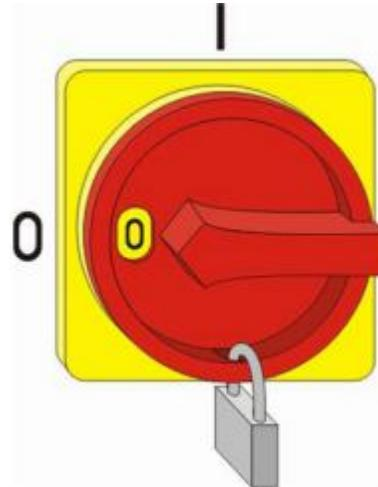

Рис. 22: Фиксация главного выключателя
2. Зафиксировать главный выключатель с помощью замка (Рис. 22).